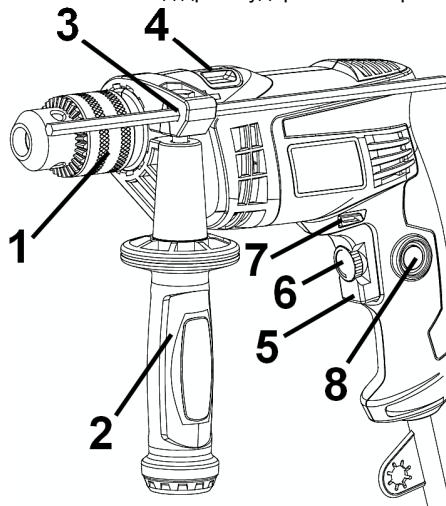

Рисунок 1
Перемикання режимів роботи виробу здійснюється переведенням перемикача (4) (див. рис.1) з одного крайнього положення в інше в сторону відповідного символу режиму роботи:
- Ударно-обертальний режим - перемикач (4) повинен бути переведеним до упору убік символу
- Обертальний режим - перемикач (4) повинен бути переведеним до упору убік символу
5.2 Виберіть необхідний режим роботи виробу за допомогою перемикача (4) (див. рисунок 1).